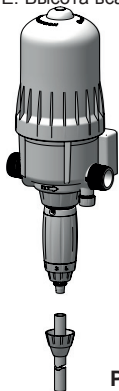

Рис. 6
- Отвинтите гайку (Рис. 6) в нижней части дозирующего узла и вставьте в нее всасывающий шланг.